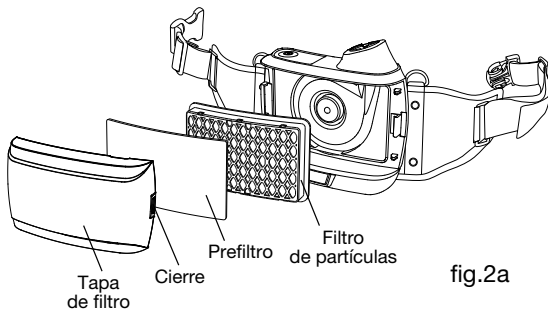

fig.2a
- Por favor, instale el filtro de partículas según la fig.2a.